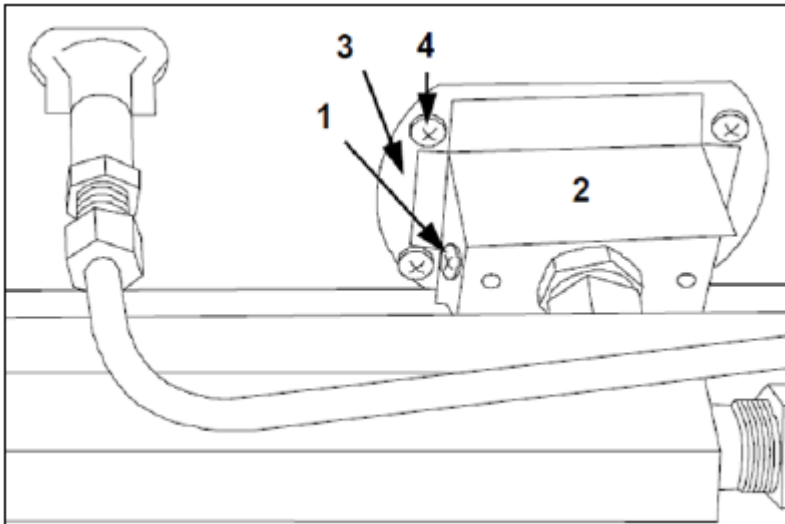

FIG.16
- Entfernen Sie den Luftregulierungsbrenner (Abb. 16-Bez. 2), lösen Sie die Schrauben (Abb. 16-Bez. 1) und ziehen Sie ihn heraus;
- Lösen Sie die 4 Schrauben (Abb. 16-Bez. 4), ziehen Sie den Brenner heraus (Abb. 16-Bez. 3) und ersetzen Sie ihn;